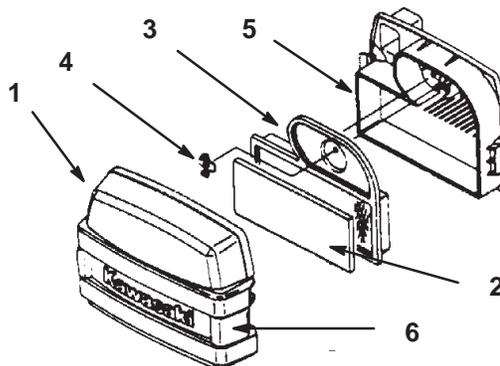

Figure 31
2. Nettoyez la surface autour du filtre à air pour éviter que des impuretés ne s'introduisent dans le moteur et l'endommagent. Dégagez les deux fixations latérales et déposez le couvercle du filtre à air (Fig. 31).
3. Sortez délicatement l'élément en mousse de l'élément en papier (Fig. 31).
4. Dévissez l'écrou papillon et retirez l'élément en papier (Fig. 31).
1. Glissez délicatement l'élément en mousse dans l'élément en papier (Fig. 31).
2. Posez l'ensemble filtre à air sur sa base et installez l'écrou papillon (Fig. 31).
3. Reposez et verrouillez le couvercle du filtre à air (Fig. 31).